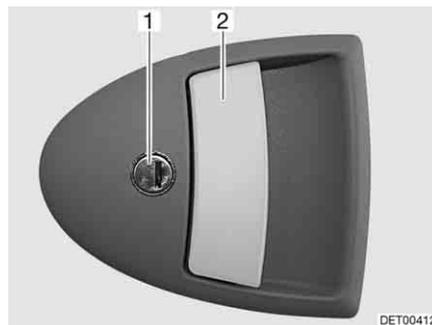

Fig. 45 Fechadura da porta de entrada, lado de fora
Abrir: ■ Meta a chave no canhão da fechadura (Fig. 45,1) e gire até a fechadura da porta estar destrancada.
■ Puxe o manípulo da porta (Fig. 45,2). A porta está aberta.
Trancar: ■ Meta a chave no canhão da fechadura (Fig. 45,1) e gire até a fechadura da porta estar trancada.